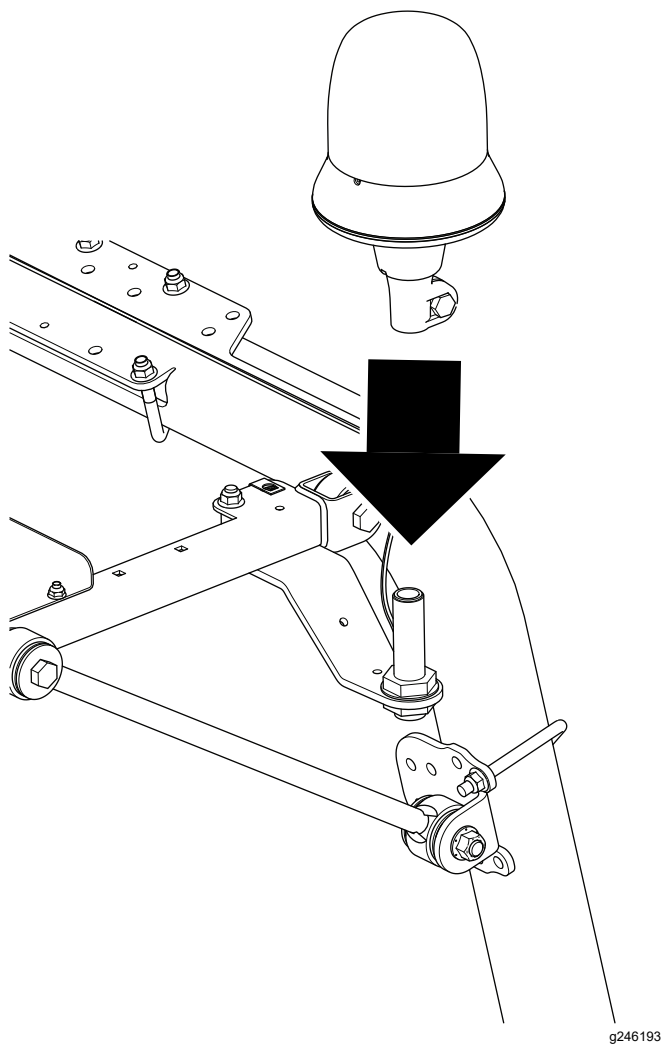

Figura 9
6. Montate la luce di segnalazione sull'attacco e serrate il dado ad alette (Figura 9).